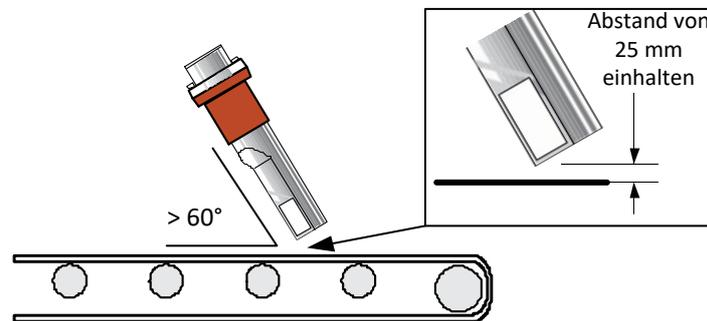

Abbildung 10: Hydro-Probe um 45° angewinkelt, um Materialablagerungen zu reduzieren
- Das Gehäuse des Hydro-Probe kann in einem Winkel zwischen 90° und 60° zum Förderband eingebaut werden, um Materialablagerungen zu minimieren. Dabei muss aber der Winkel von 45° zum Materialfluss und der Abstand von 25 mm zum Förderband eingehalten werden (siehe Abbildung 10).